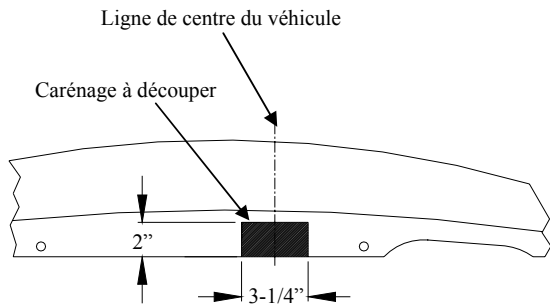

Figure 2
4. Découper une encoche dans le carénage en plastique, environ 3-1/4 po de large x 2 po de profond, comme illustré à la figure 2.
5. Enlever le support de carénage en aluminium du pare-chocs arrière en enlevant quatre (4) fixations M8. Se départir des fixations.